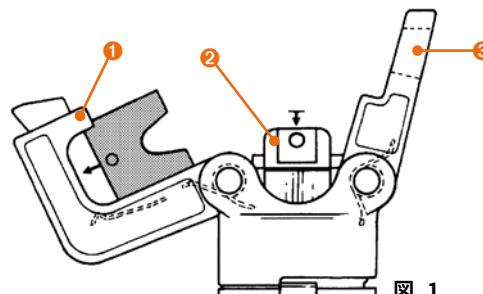
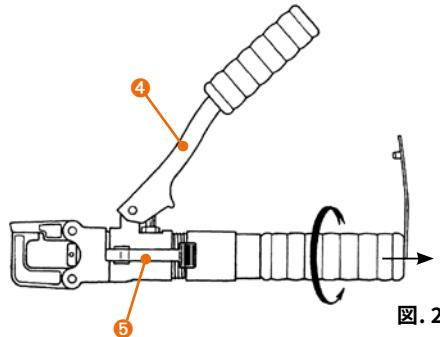

図.1
図.2
注: 圧着コンタクトは、表に記載された断面積の可とう銅電線と圧着ダイスを使用した圧着専用となります。これらに適合しない組み合わせでコンタクト、電線、圧着ダイスをお選びになりますと、物理的にサイズが合わない（例: 35 mm² コンタクトは、CGD 25 C 圧着ダイスを使用しても、工具のヘッドが閉まりません）、不適切な圧着接続となります。圧着ダイス用台座①が解除されるまで、ダイス固定フック③を外側へ動かし、工具のヘッドを開きます。コンタクトに適合するダイス1組を選び、図1、図2をご参照の上、ダイスを各取り付け部に装着します。1つをダイス用台座①へ、もう1つをダイス押し台座②に取り付けます。（ダイスの各組のダイスは同じ形をしていていますので、いずれの台座へも取り付け可能です）コンタクトをロケーター先端から入れ、ヘッドを閉じて下さい。コンタクト圧着部は、ダイスとダイスの間の開口部からのアクセスが可能です。ハンドル固定ベルトをハンドルから外し、可動ハンドル④を解除して下さい。次の操作に移る前に、工具への損傷を防ぐため、ヘッドが完全に閉じていることを確認して下さい。工具のヘッドは180°回転しますので、最も作業しやすい姿勢で操作を行っていただくことができます。